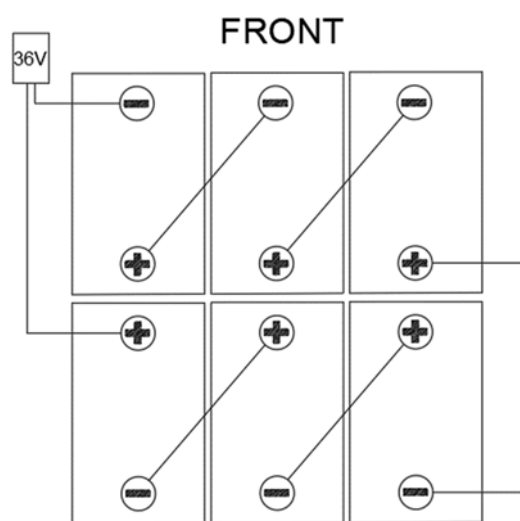

Рис. 5
Для работы машины требуется шесть батарей 6 В, подключенных и установленных в положениях, показанных на рис. 5.
Машина оснащена кабелями, подходящими для установки двух 6 В батарей. Аккуратно вставьте батареи в отсек, затем правильно установите их, как показано на рис. 5. Правильно разместите установочную пластину батарей.
8. Направьте и установите кабель батарей, как показано на рис. 5, затем аккуратно зафиксируйте гайку на каждом выводе батарей.